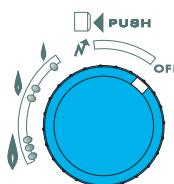

Рис. 13
Установите кнопку-регулятор подачи газа (23) в положение **OFF** (рис. 13).